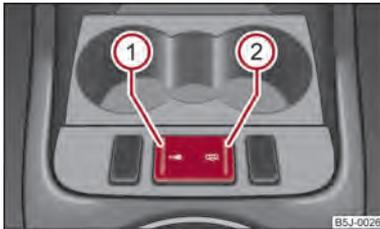

Fig. 13 Consola central: Tecla para cierre centralizado
- Pulsar la tecla ① ⇒ fig. 13. El símbolo  en la tecla se encenderá.
- Pulsar la tecla ② ⇒ fig. 13. En la tecla se apagará el símbolo .